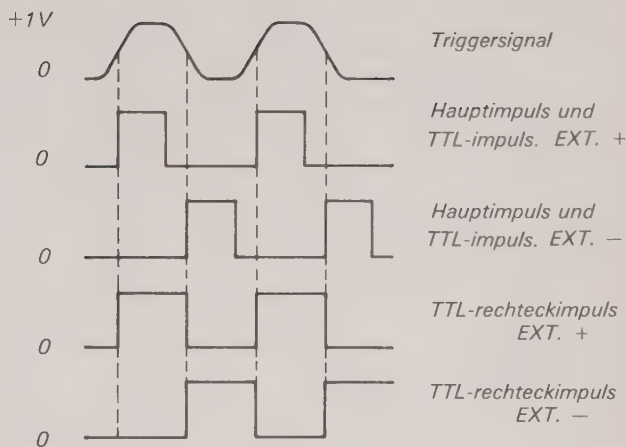

Abb. 6.7. Externe Triggerung
- Wahlschalter REPETITION TIME in Stellung EXT+ oder EXT- bringen, wodurch die Triggerung durch die positive oder negative Flanke des Signals erfolgt. Impulsdauer auf 10 μs einstellen. Vgl. Abb. 6.7.
- Das Oszilloskop zeigt dann Ausgangsimpulse mit der gleichen Impulsfolgezeit wie das Triggersignal, aber einer Dauer, die der Einstellung des Wahlschalters DURATION entspricht. Vgl. Abb. 6.7.
- Es erscheint dann ein Ausgangsimpuls nach Abb. 6.7. Die Impulsfolgefrequenz ist die gleiche wie die des Triggersignals, die Impulsdauer aber entspricht dem mit dem Schalter DURATION und R2 Eingestellten Wert.
- Beachten, dass Impulsfolgefrequenz und Impulsdauer vom Triggersignal bestimmt werden. Vgl. Abb. 6.7.